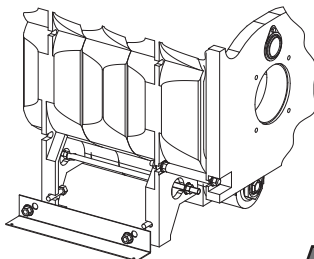

Рис. 8
- В: В отверстия (рис. 8), находящиеся около ножек корпуса котла, винтами М8×12 закрепите обе консоли (8), используя при том соответствующие засечки.